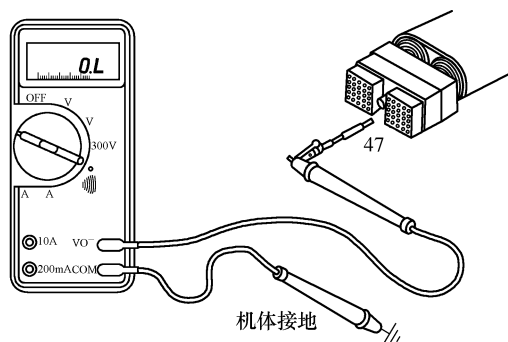

图 4-35 测量触针 47 与接地间的电阻
(2) 检查是否对地短路
① 测量触针 47 与接地间的电阻，如图 4-35 所示，应大于 $100k\Omega$ 。若不合格，与触针 47 连接的导线存在对地短路，维修或更换传感器线束。